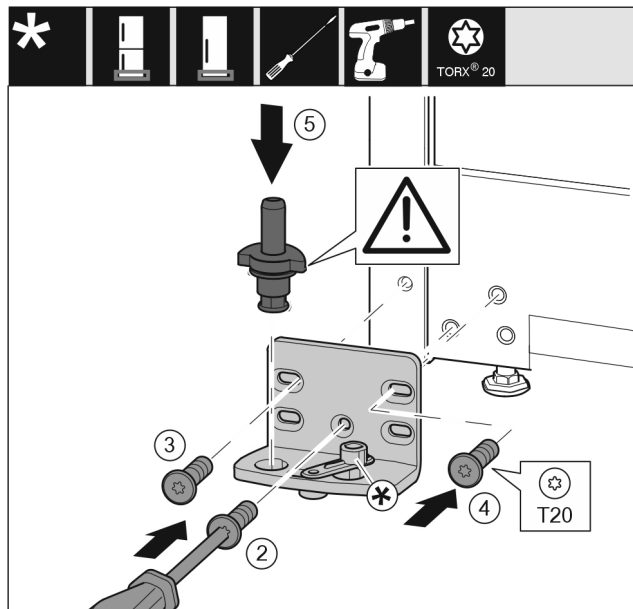

Fig. 16
- ▶ Vendosni bazamentin mbështetës në anën tjetër dhe mbërthejeni me ndihmën e një kaçavide T20. Filloni me vidën 2 poshtë në mes. Fig. 16 (2)
- ▶ Mbërtheni fort vidën 3 dhe 4. Fig. 16 (3,4)
- ▶ Vendosni komplet në vend bazamentin mbështetës. Këtu bëni kujdes që gungat e kapjes të jetë të kthyer nga poshtë. Fig. 16 (5)